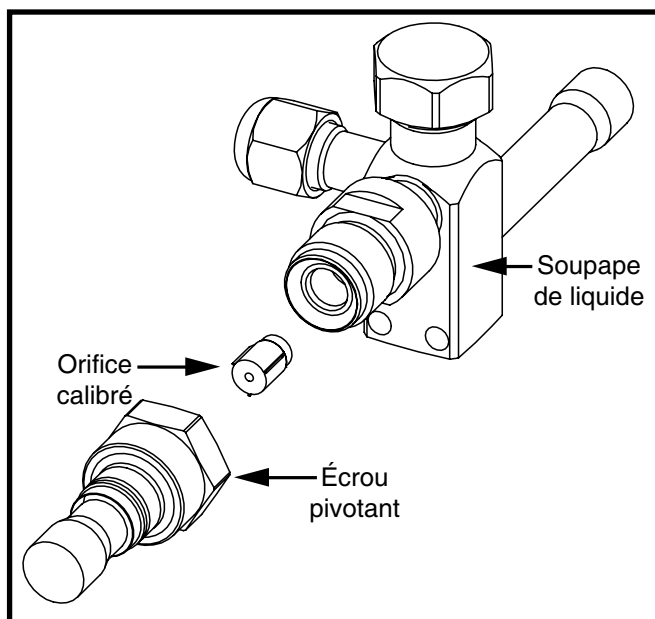

Figure 2. Soupape de liquide, orifice calibré et écrou pivotant
Si l'appareil extérieur est pourvu de la soupape de liquide montrée à la Figure 2, l'orifice calibré est situé à l'intérieur de l'écrou pivotant de la soupape de liquide et non pas à l'intérieur du distributeur de l'appareil extérieur. Effectuez les étapes 1 à 5 si l'orifice calibré extérieur doit être changé.
4. Insérez le nouvel orifice dans le corps de soupape, bout arrondi vers l'intérieur de la soupape. Voyez la Figure 2 \(page 5\).